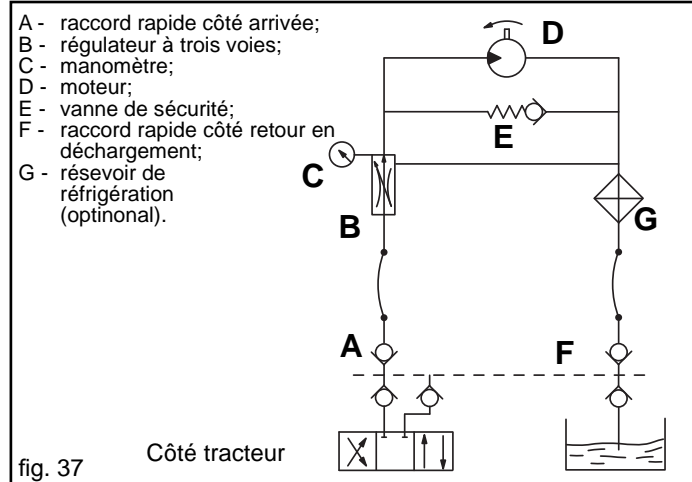

fig. 37
- **Alimentation de l'huile:** respecter les données du schéma Fig. 37. Raccorder correctement les tuyaux oléohydrauliques aux distributeurs du tracteur, en suivant l'indication figurant sur chaque tuyau.
Avec le moteur arrêté et le tracteur bloqué, enclencher correctement tous les raccords rapides. Mettre en marche le tracteur et, afin d'éviter l'instabilité de la soufflante, actionner l'installation au minimum pendant quelques minutes jusqu'à ce que la pression de tout le circuit devienne constante. La pression peut être réglée uniquement lorsque l'huile atteint une température optimale et que la soufflante tourne à une vitesse constante. Si l'outil est utilisé avec différents tracteurs et, donc, avec différents distributeurs et huiles, il faut répéter la procédure de réglage pour chaque tracteur. Dans les tracteurs équipés de pompe à débit variable, (circuit hydraulique fermé), et dotés de régulateur de débit de l'huile, il faut ouvrir complètement le régulateur à trois voies (B, Fig. 37) et commencer par un faible débit d'huile en ouvrant graduellement le régulateur à l'intérieur du circuit du tracteur jusqu'à ce que l'on atteigne la pression souhaitée, indiquée par le manomètre (C, Fig. 37).